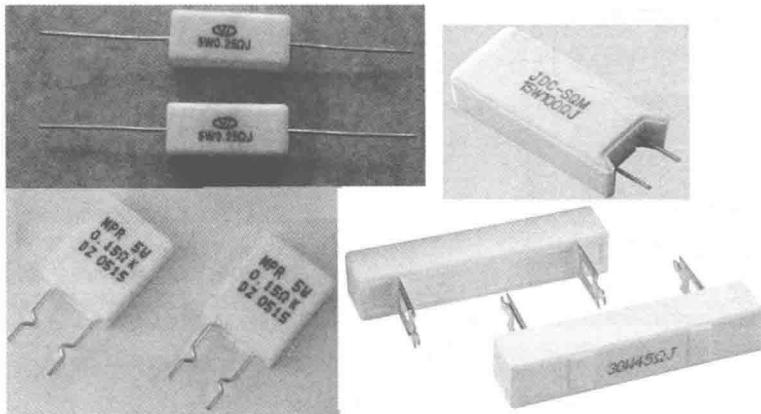

图 1-6 水泥电阻器的外形
(6) 水泥电阻器。所谓水泥电阻就是用水泥（其实不是水泥是耐火泥，这是俗称）灌封的电阻器（见图 1-6），即将电阻线绕在无碱性耐热瓷件上，外面加上耐热、耐湿及耐腐蚀之材料保护固定并把绕线电阻体放入矩形瓷器框内，用特殊不燃性耐热水泥充填密封而成。水泥电阻器也是一种绕线电阻器，具有体积小、耐震、耐湿、耐热及良好散热，低价格等特性，广泛应用于电源适配器、音响设